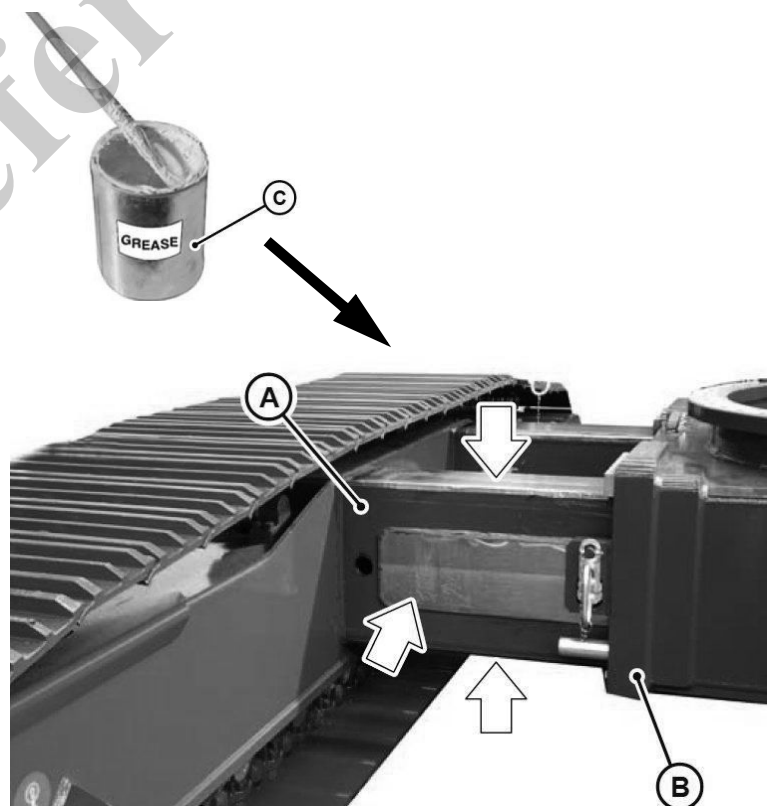

Fig. 222 Limpieza y lubricación de los elementos de extracción (A) y del chasis central (B)
- Limpie y lubrique regularmente todos los elementos de extracción (A, Fig. 222).
2	Retire la contaminación acumulada y la grasa usada de todos los lados de la traviesa (A, Fig. 222) y del chasis central (B, Fig. 222). ¡Limpie las superficies con solvente!
3	Engrase las superficies: Aplique una capa delgada de grasa lubricante (C, Fig. 222) usando un cepillo.